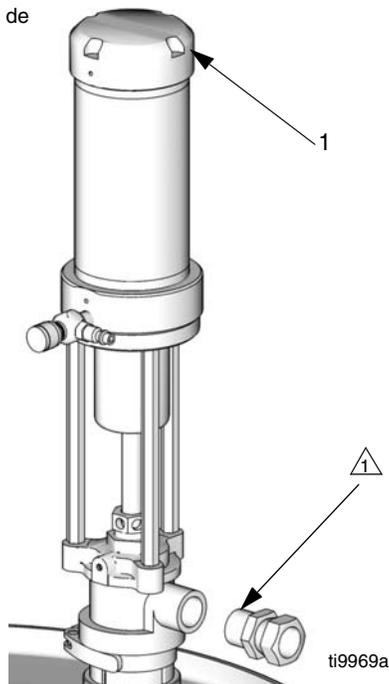

FIG. 5
2. Aplicar sellante de rosca a la conexión de salida macho (no suministrada) e insértela en el puerto de salida. Vea FIG. 5.
3. Utilizar las etiquetas (70) incluidas para identificar la bomba adecuada para su material. Véase FIG. 5.